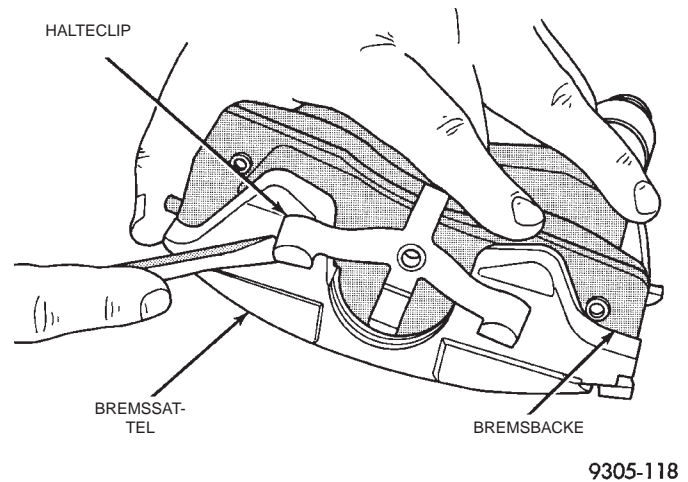

Abb. 8 Ausbau der äußeren Bremsbacke
(1) Den Bremssattel gemäß jenem Verfahren ausbauen, das an anderer Stelle dieses Kapitels zum Ein- und Ausbau des Bremssattels beschrieben wird.
(2) Äußere Bremsbacke durch Weghebeln des Halteclips über den erhabenen Bereich des Bremssattels und anschließendes Herausschieben aus dem Bremssattel lösen (Abb. 8).